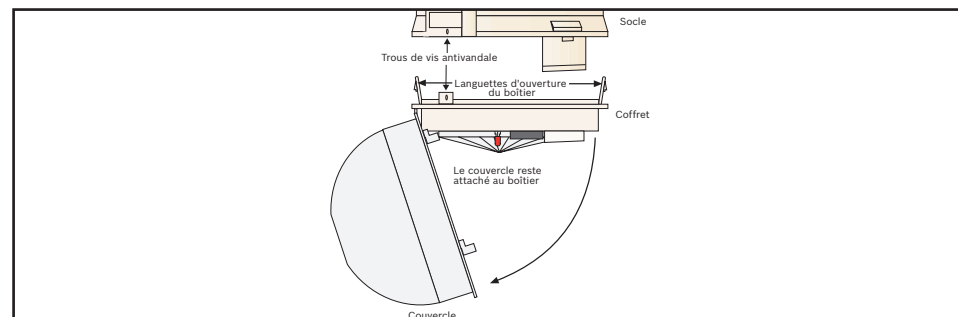

Figure 2.1 : Ouverture du couvercle
- Retirez la base du boîtier en appuyant sur les deux languettes du boîtier tout en le soulevant pour l'éloigner de la base. Voir *Figure 2.1*.
- Ouvrez le couvercle en le tournant dans le sens contraire des aiguilles d'une montre. Un côté du couvercle reste attaché à la base du détecteur. Ne tentez pas de retirer intégralement le couvercle. Voir *Figure 2.1*.